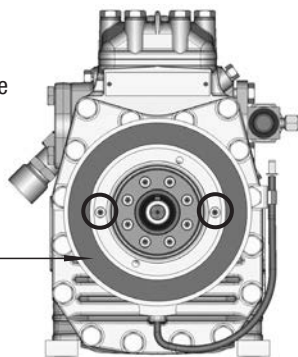

Fig. 8
- Per il montaggio inserire il magnete sulla sede di accoppiamento e fissarlo con due viti a testa cilindrica M6 x 16 (vedi fig. 8). Coppia di serraggio = 15 Nm.